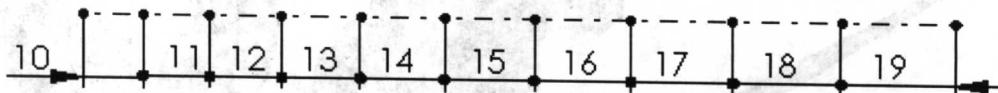

图 1-2 水平线草图
1) 单击 → → ，绘制出十一条端点相连的水平线，用“智能尺寸”标注尺寸，如图 1-2 所示。